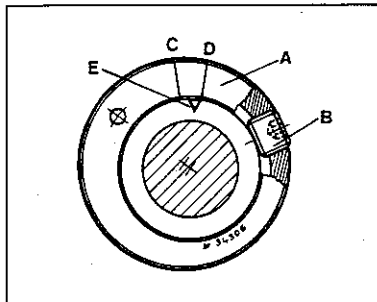
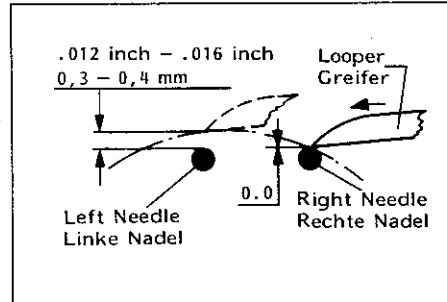

Fig.70
Fig.71
After loosening the eccentric set screw (B, Fig. 70) the eccentric (A) can be turned within the area of C and D to obtain a distance of 0.3 - 0.4 mm (.012 - .016 in.) (Fig. 71) between the left needle and looper point, when the looper moves from right to left. This adjustment is made at the factory. As a basic adjustment set mark (D) approx. to mark (E).
Nach Lösen der Schraube (B, Fig. 70) wird der Exzenter (A) im Bereich zwischen C und D so eingestellt, daß der Abstand zwischen der linken Nadel und der Greiferspitze 0,3 - 0,4 mm beträgt (Fig. 71), wenn der Greifer sich von rechts nach links bewegt. Diese Einstellung erfolgt im Werk. Als Grundeinstellung stellen Sie die Markierung (D) ungefähr auf (E).